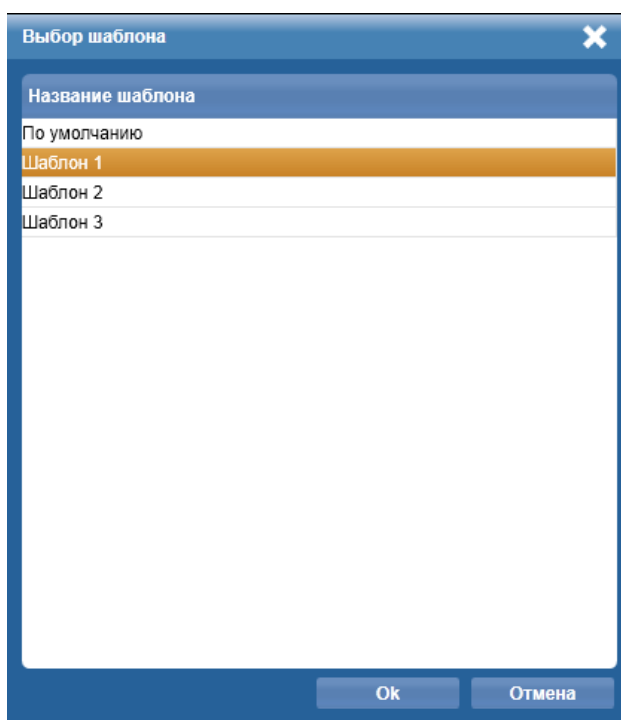

Рисунок 3.30 – Окно Выбор шаблона
4. В открывшемся окне **Выбор шаблона** выбрать нужный шаблон и нажать кнопку **Ок** (рисунок 3.30).